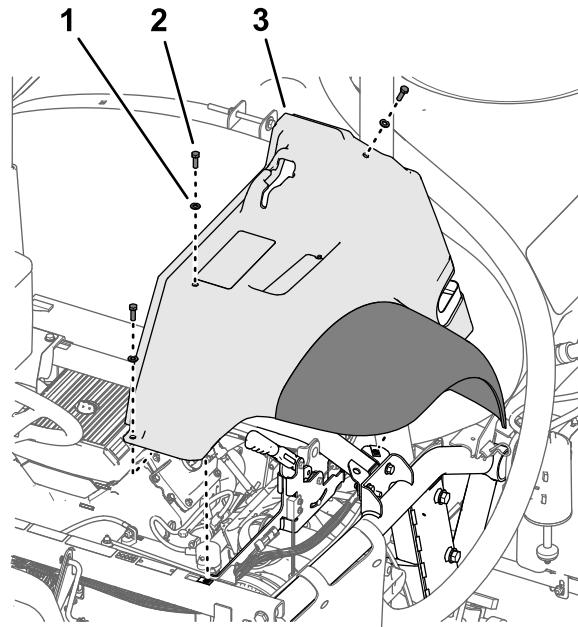

Figure 11
2. Retirez les 3 boulons (5/16" x 1") et les 3 rondelles (5/16") qui fixent l'aile au cadre de la machine (Figure 11).